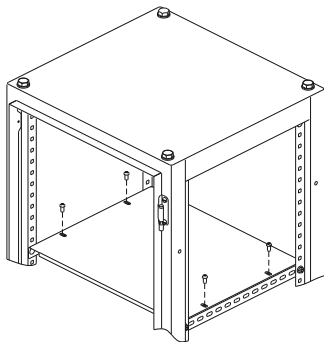

Рисунок 20
14.2 Положите полку на уголки для оборудования и закрепите винтами 2М6×10 (рисунок 20). Момент затяжки 5 Н·м.